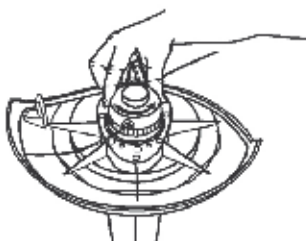

FIG. 1
1. Retire o carretel da roçadeira. Para isso, segure a parte acanalada com uma mão, pressionando para baixo e girando o cabeçote do carretel para desbloqueá-lo com a outra mão (Fig. 1 e 2).